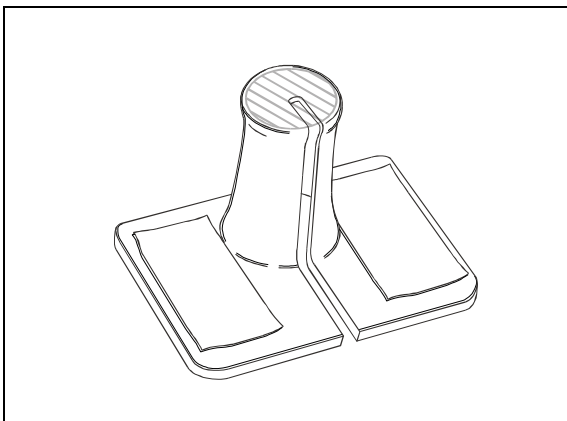

Figure 5: Passe-fils et sa zone de nettoyage hachurée.
3. Nettoyer deux passe-fils #430475 avec du Sika 205, vis-à-vis les hachures illustrées à la figure 5. Utiliser un chiffon ne laissant pas de résidus (chiffon Chix, par exemple). Laisser sécher pendant environ 2 minutes;